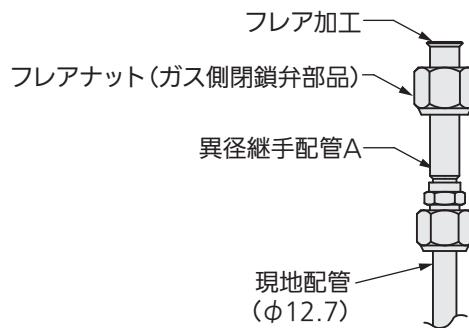

図3
- 付属の異径継手配管A, Bを使って図3のとおり接続してください。